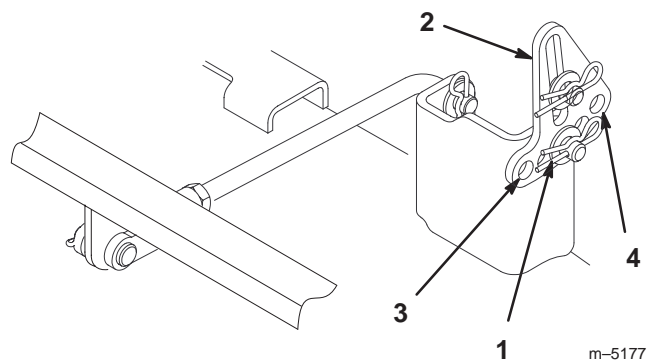

Figure 39
7. Enlevez la goupille fendue et la rondelle de l'une des pattes de mise à niveau (Fig. 39). Pour mettre les lames de niveau, fixez les pattes de mise à niveau dans un autre trou à l'aide de la rondelle et de la goupille fendue (Fig. 39). Utilisez un trou plus en avant pour réduire la hauteur de la lame, ou un trou plus en arrière pour l'augmenter. Réglez les deux côtés selon les besoins.